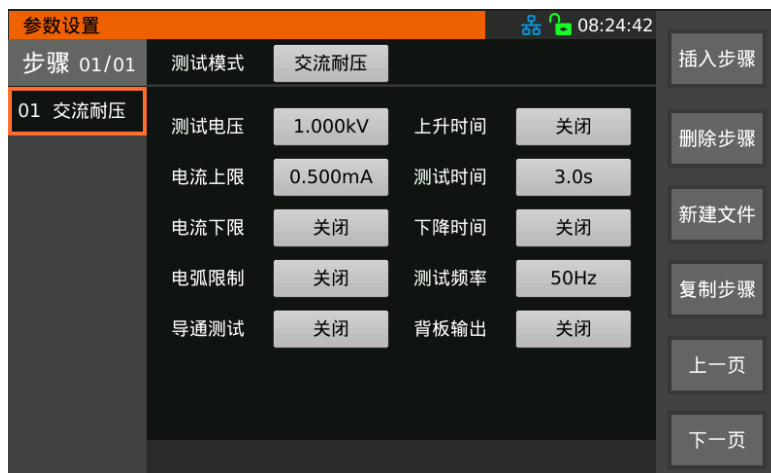

图 3-11 测量设置 1
- 1、 按【SETUP】键进入图 3-11 所示测量设置界面。